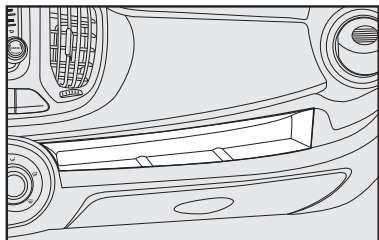
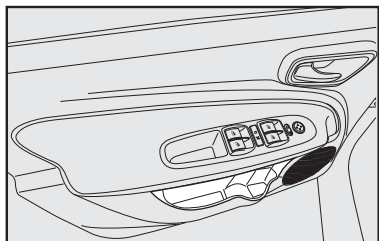
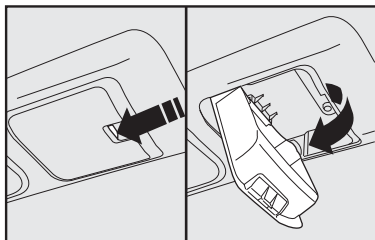

fig. 79
fig. 80
fig. 81
Em algumas versões, estão disponíveis porta-garrafas localizados nos painéis das portas dianteiras **fig. 80**.
- três sedes no painel, sendo um deles conforme **fig. 79**, painéis de portas **fig. 80** e no teto do veículo **fig. 81**;